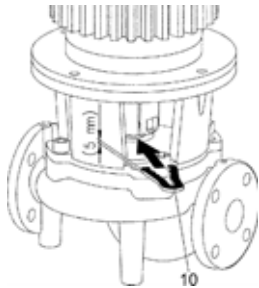

Fig. 45: Встановлення монтажної вилки
- Вставити монтажну вилку (Fig. 45, поз. 10) між тримачем і муфтою. Монтажну вилку слід вставити без зазору.